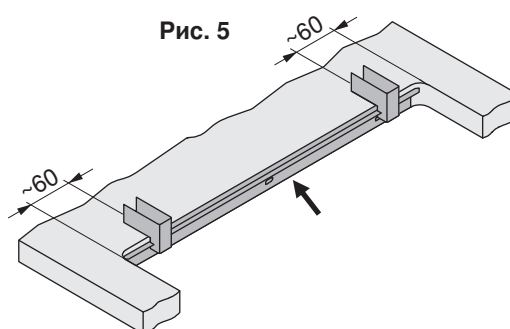
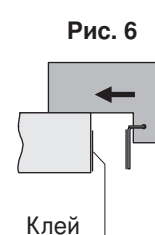

Рис. 5
Рис. 6
5. Положить шаблоны расстояния на рабочую поверхность, ровно придвинуть опорный уголок к кромке отверстия (**рис. 6**) и прижать его (**рис. 5**). Приблизительно через 5 минут клей достаточно затвердеет и оба шаблона расстояния можно будет удалить. Сохранить шаблоны расстояния для последующего использования.